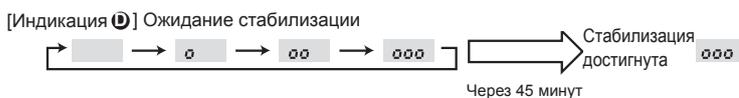

Fig. 8-3
3. Нажмите кнопку **FILTER** для подтверждения настройки. (Fig. 8-3)